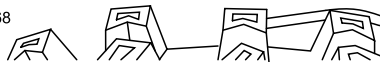

Figura 30
- Con la leva di trazione disinserita, verificate il perno nella scanalatura allungata sul lato destro della macchina, sopra lo pneumatico (Figura 30).
Nota: Deve essere presente una distanza di 6 mm dalla parte anteriore della scanalatura al bordo anteriore del perno (Figura 30).